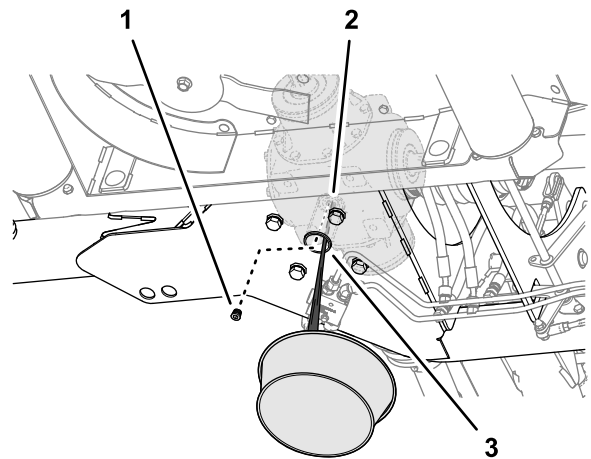

Figura 60
1. Trabajando a través del orificio de acceso de la chapa inferior del bastidor del cortacésped, coloque un recipiente de vaciado debajo del orificio (Figura 60).
2. Retire el tapón de vaciado del orificio de vaciado de la caja de engranajes central y deje que el lubricante se drene completamente (Figura 60).